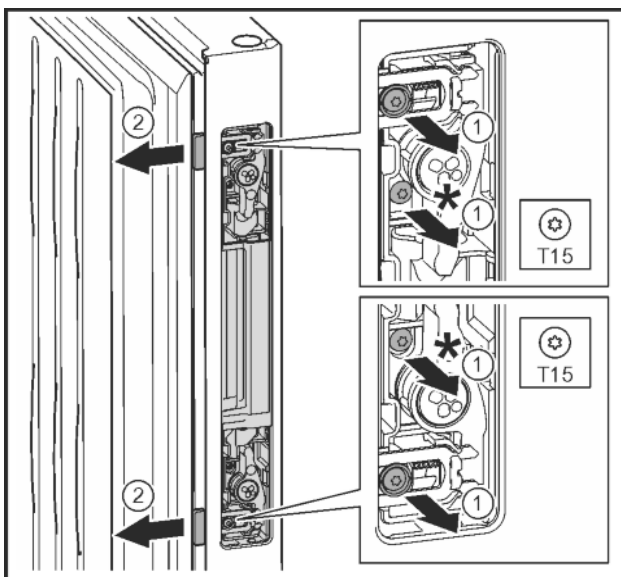

Fig. 30
- ▶ Выкрутить винты вместе с серыми пластмассовыми колпачками отверткой T15 *Fig. 30 (1)*
- ▶ С усилием извлечь защелку механизма открывания двери. *Fig. 30 (2)*